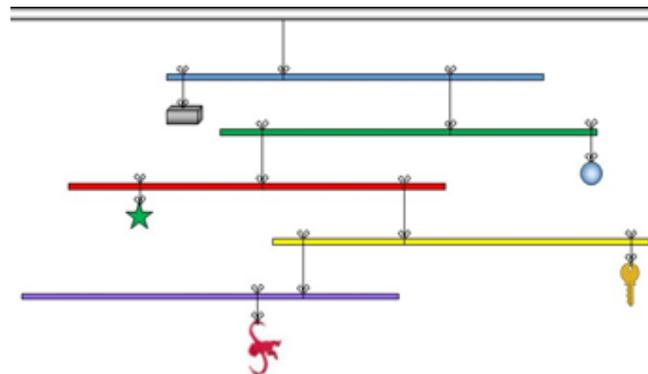

Figura 1. Sistema de equilibrio rotacional
3. Amarra una varilla a continuación de otra y en el extremo opuesto coloca los cuerpos que equilibrarán el sistema (ver figura 1).